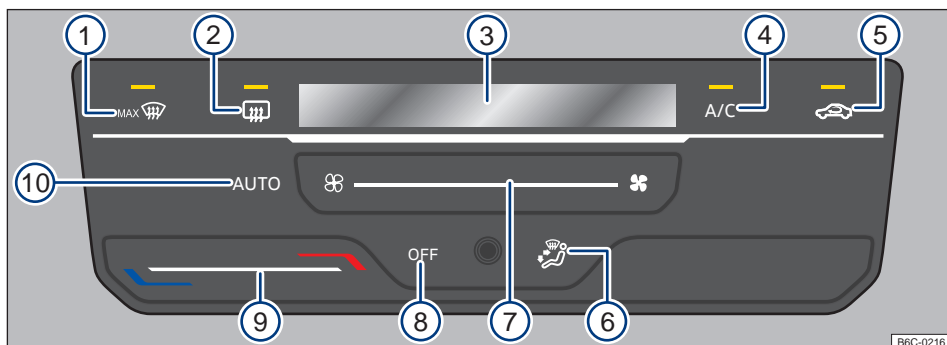

Fig. 82 Comandos do Climatronic.
- *Climatronic*: tocar na superfície de função OFF → Fig. 82 (8).
Ao tocar na superfície de função  → Fig. 82 (10) é possível ligar o modo automático do Climatronic.
manualmente → Fig. 82 (7) ou com a alteração da distribuição de ar através da superfície de função → Fig. 82 (6).
- *Climatronic*: tocar na superfície de função  → Fig. 82 (4) para ligar e desligar o funcionamento da refrigeração.
- *Climatronic*: deslizar o dedo sob a superfície de função → Fig. 82 (9).
No display do Climatronic → Fig. 82 ③ é indicada a temperatura ajustada.
- *Climatronic*: deslizar o dedo sob a superfície de função → Fig. 82 ⑦.
- *Climatronic*: tocar na superfície de função  → Fig. 82 ⑤.
- *Climatronic*: tocar na superfície de função → Fig. 82 ⑥ para posição desejada, a distribuição selecionada será indicada no display ③.
- *Climatronic*: tocar na superfície de função  → Fig. 82 ①.
- *Climatronic*: tocar na superfície de função  → Fig. 82 ②.